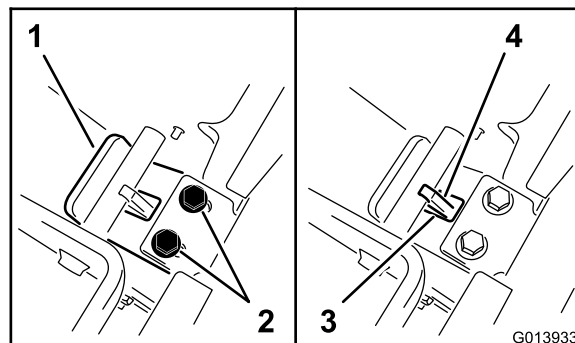

图 10
- 在背板上保持压力的同时将舌片朝自己所在的方向滑动直到舌板唇口接触到横杆图 10。